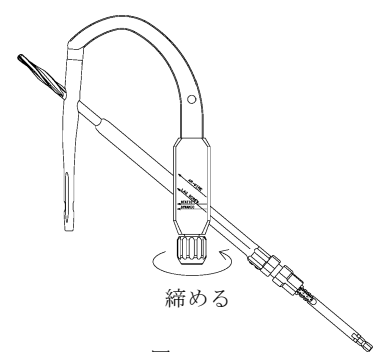

図 2
- 2) ターゲットデバイスにラグスクリュー用スリーブを装着し、ステップリーマーを通し、ネイルのラグスクリューホールに干渉しないで通過することをチェックします。（図 2）